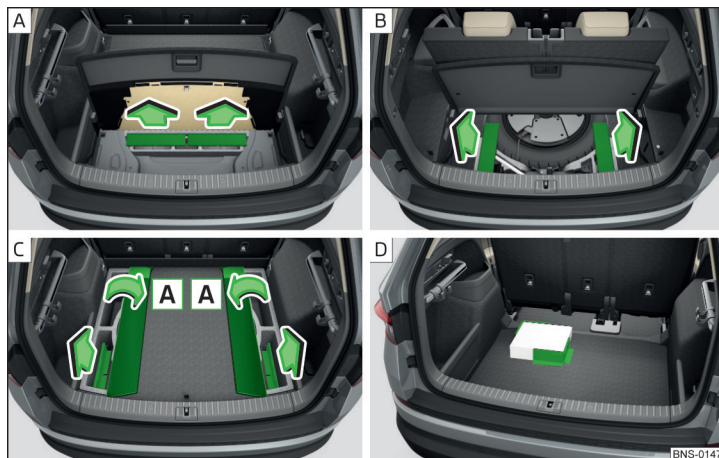

Fig. 151 Detașarea: Varianta 1/varianta 2/varianta 3/exemplu de fixare a încărcăturii
- Înainte de utilizare, scoateți elementele Cargo în sensul săgeților » fig. 151 - , , .
- Pentru accesul la elementele Cargo în cazul variantei 3, rabatați mai întâi părțile laterale ale mochetei în sensul săgeților  » fig. 151 - .
- Fixați încărcătura prin intermediul elementelor Cargo pe cât posibil în apropierea locurilor din spate » fig. 151 - .